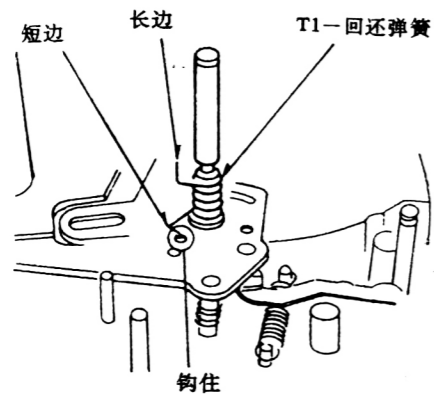

图 1-3-40
4. 如图 1-3-40 所示, 插入 T1 回转弹簧, 将其较短的一边 (即下面一端), 勾在压臂基片的小孔中。